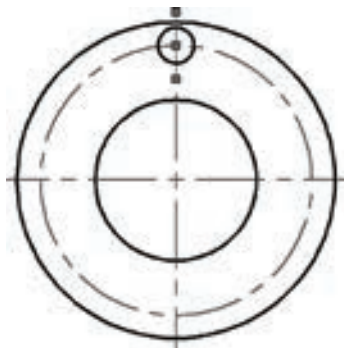

图 4-40 添加中心线
(5) 添加中心线 在“图层特性管理器”下拉列表中选择“中心线层”图层，将图层置为当前。单击“绘图”工具栏中的“直线”按钮，捕捉适当点绘制中心线，绘制结果如图 4-40 所示。